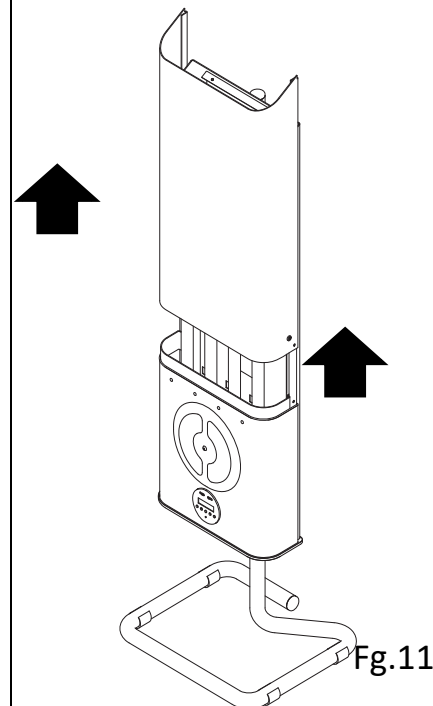

Fig.11
A essa altura é possível fechar o aparelho; inicie reinserindo o cárter superior extraído anteriormente na fase 4. (Fig.11)
7. Feche com o cárter superior as lâmpadas reconectando a ligação à terra Fig.11